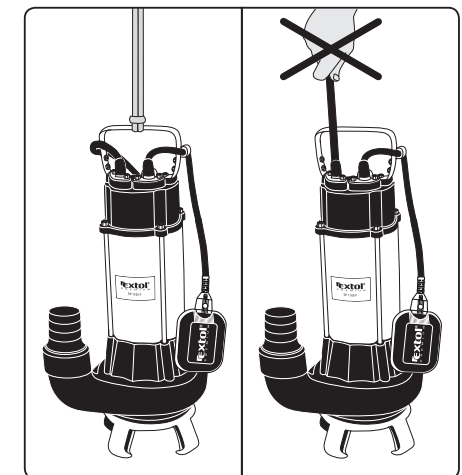

Abb. 5, Illustratives Bild
- Da die Pumpe eine maximale Eintauchtiefe von bis zu 7 m wie Standard-Tauchpumpen hat, kann die Pumpe auch in tiefere Wasserquellen eingetaucht werden. **Um die Pumpe in tiefere Wasserquellen abzusinken, kann die Pumpe nicht durch Ziehen am Versorgungskabel eingetaucht oder gezogen werden, sondern durch ein Seil, das ordnungsgemäß am Pumpengriff befestigt ist (siehe Abbildung 5),** denn das Ziehen am Versorgungskabel kann die Dichtung um das Kabel am Eintrittspunkt in die Pumpe zerreißen, Wasser in den elektrischen Teil der Pumpe eindringen lassen und einen elektrischen Schlag oder Tod verursachen.